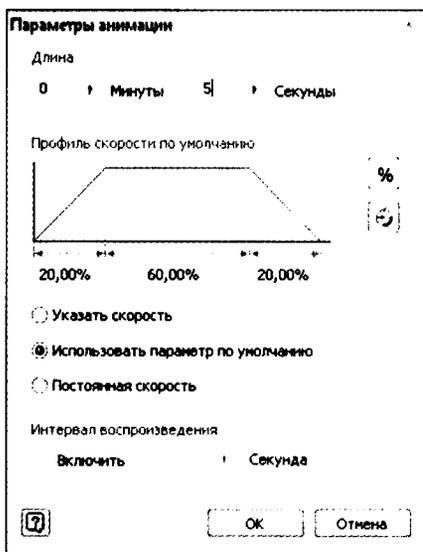

Рис. 13.16. Диалоговое окно
6. В диалоговом окне установите значение **Длины 5 секунд** и в **Профиль скорости по умолчанию** выберите опцию **Использовать параметр по умолчанию**, как показано на рис. 13.16, затем нажмите **ОК**.